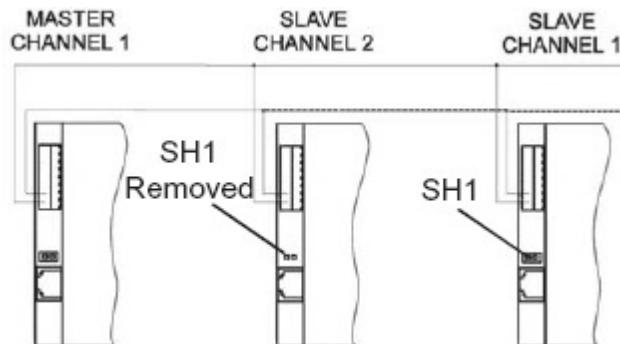

FIGURA 2-8 (Ver la tabla 6-4 para lista de piezas
4. Utilice el cable de sincronismo (18 a 24 gauge, de 2 conductores) entre las unidades. Conéctelos tal y como se ve en la figura 2-8
5. Menos en el ultimo equipo, el puente SH1 que se encuentra en la placa controladora, tiene que ser retirado. (Ver figura 2-8)
9. Ajuste las demás unidades a CHANNEL 2 y canal 1 como se indica en la figura 2-8.